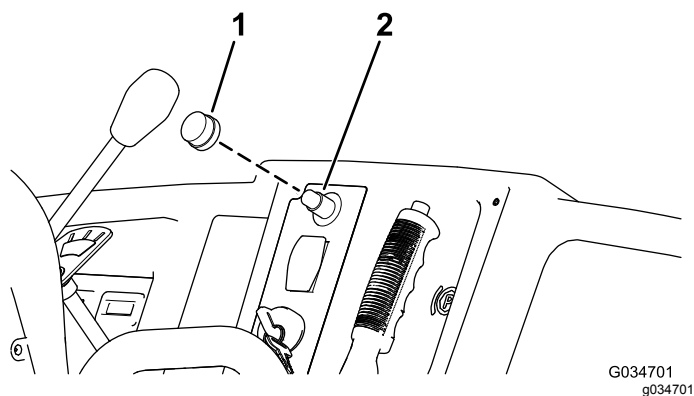

Рисунок 6
3. Установите резиновую кнопку на переключатель звукового сигнала (Рисунок 6).